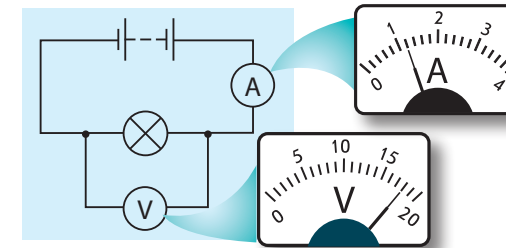

Fig. 1
1. Folosind indicațiile aparatelor (fig. 1), determinați rezistența becului electric.